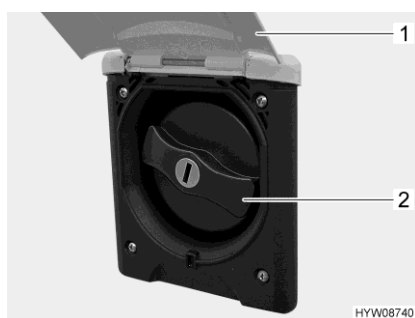

Fig. 100 Coperchio (bocchettone di riempimento dell'acqua potabile)
- Sollevare lo sportello esterno (Fig. 100,1).
- Ruotare il coperchio blu (Fig. 100,2) di un quarto di giro.